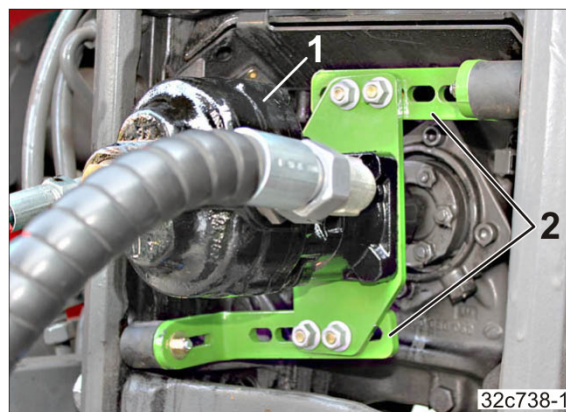

Fig. 161
5. Kobl hydraulikpumpen (Fig. 161/1) med traktorens PTO-aksel.
6. Indstil indstillingssegmentet, så de to buffere (Fig. 161/2) ligger an.